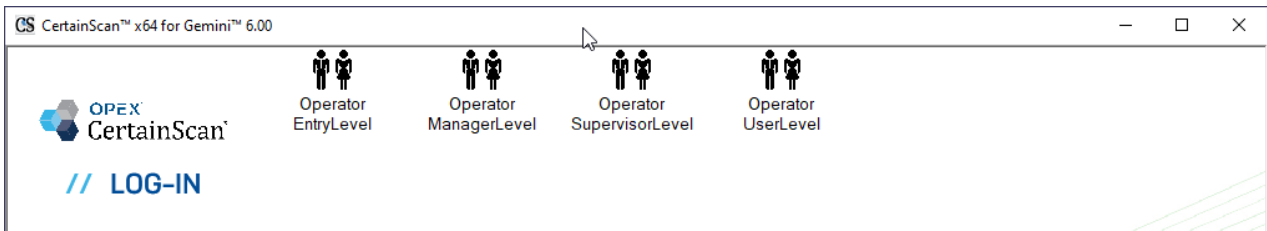

Abbildung 3-3: CertainScan Hauptanmeldung
4. Der CertainScan-Hauptbildschirm wird für die Bedieneranmeldung (Abbildung 3-3) angezeigt.